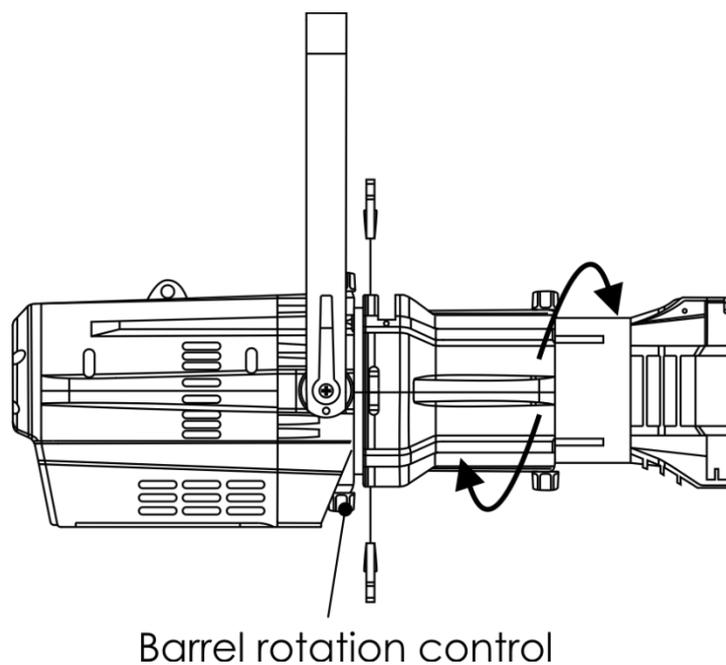

Fig. 09
- 01) Afloje el control de rotación del barril (barrel rotation control). Lo encontrará directamente detrás de los obturadores en la parte inferior del recinto del reflector (Fig. 09). **No quite el control de rotación del barril.**